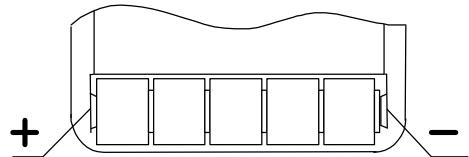

Рисунок 10.1
10.5 Элементы устанавливают с соблюдением полярности в специальный отсек (рисунок 10.1).